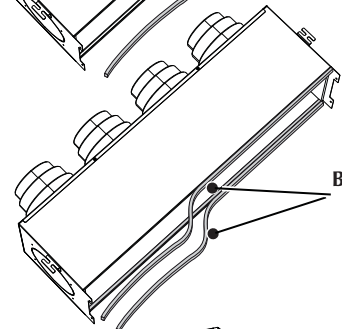

Fig.3
- Fixer l'accessoire PM\_V à la bouche de soufflage de l'unité avec les quatre vis fournies (fig. 3).